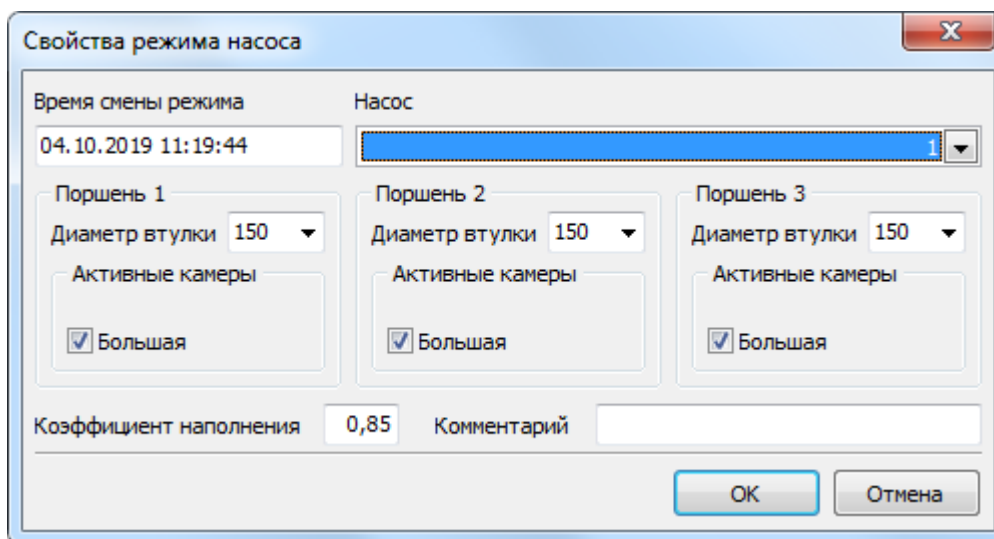

Рисунок 282. Диалог после выбора насоса
При редактировании информации об изменении работы насоса работа происходит в диалоге **"Свойства режима насоса"** (Рис. 282).
3. В появившемся диалоге, аналогичном диалогу при добавлении информации об изменении работы насоса (Рис. 282), измените необходимые данные.